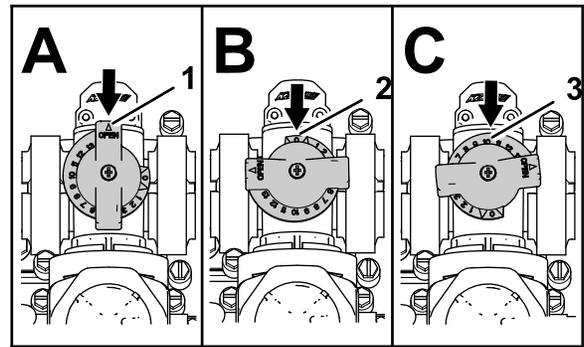

Figura 39
- La válvula de desvío de agitación se encuentra en la posición de Abierta como se muestra en la **Figura 39, A**.
- La **Figura 39, B**, muestra la válvula de desvío de agitación en la posición de Cerrado (0).
- La válvula de desvío de agitación se encuentra en una posición Intermedia (relativa al manómetro del sistema de fumigación) como se muestra en la **Figura 39, C**.